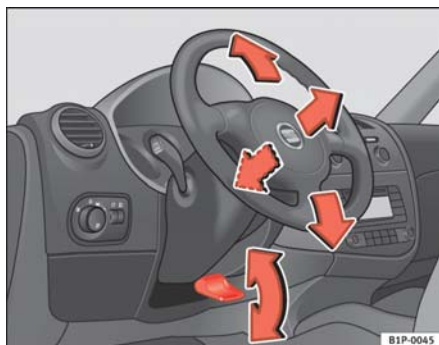

Fig. 111 Ajuste de la posición del volante
- Tire hacia abajo de la palanca ⇒ fig. 111 situada debajo de la columna de dirección ⇒ ⚠.